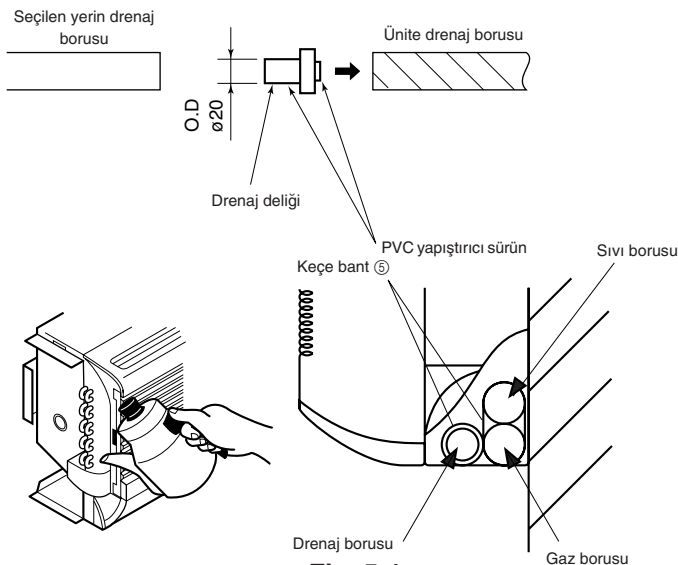

Fig. 5-1
5. Drenaj Tesisatı İşleri (Fig. 5-1)